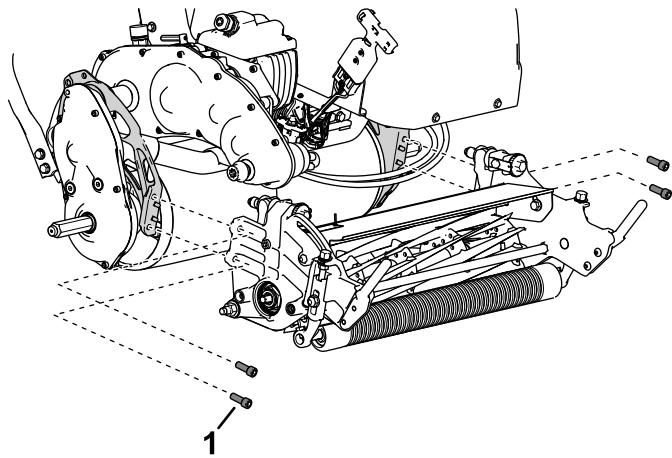

Figura 45
4. Retire os parafusos de cabeça sextavada interior que prendem a unidade de corte à estrutura (Figura 45).